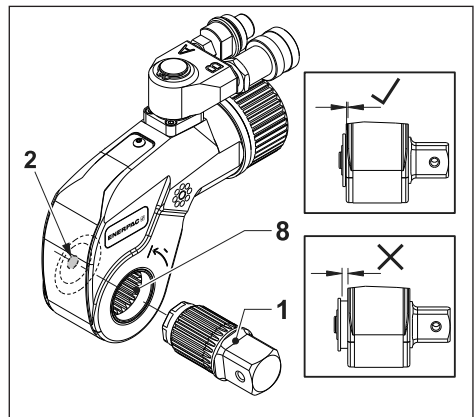

Fig. 3
3.2.1 Montagem do eixo de acionamento (fig. 3)
- Insira o eixo de acionamento (1) na catraca (8).
- Pressione o botão de liberação (2).
- Empurre e gire o eixo de acionamento (1) até que trave na posição. A seguir, solte o botão de liberação (2).
3.2.2 Remoção do eixo de acionamento (fig. 3)
- Puxe o eixo de acionamento (1) até liberá-lo do mecanismo de bloqueio.
- Retire o eixo de acionamento (1) da catraca (8).
3.3 Seleção de direcionamento da transmissão (fig. 3)